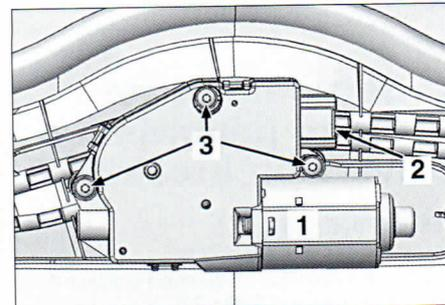

FIG. 72
Décliper le connecteur (2) du motoréducteur (1) et déposer les fixations (3) (Fig. 72).